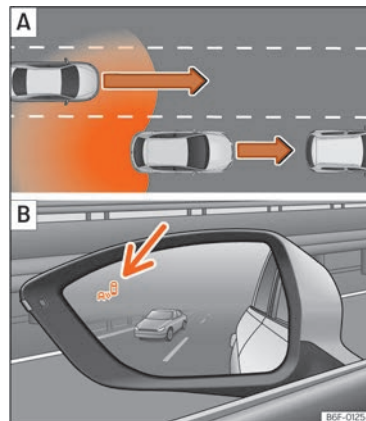
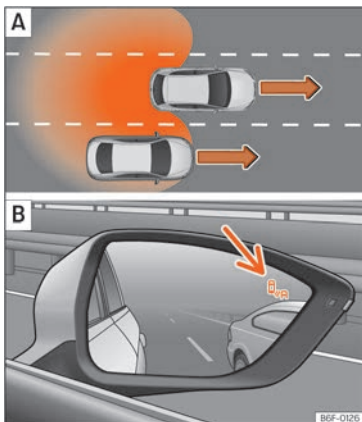

Abb. 116 Schematische Darstellung: **A** Überholen mit Verkehr im hinteren Bereich. **B** Anzeige des Spurwechselassistenten links.
Abb. 117 Schematische Darstellung:
In folgenden Situationen wird die Anzeige in der Kontrollleuchte >>> [Abb. 116] [B] [Pfeil] oder >>> [Abb. 117] [B] [Pfeil] dargestellt:
- Bei einer Überholung durch ein anderes Fahrzeug >>> [Abb. 116] [A].
- Bei Überholung eines anderen Fahrzeugs >>> [Abb. 117] [A] mit einer Geschwindigkeitsdifferenz von ca. 10 km/h (6 mph). Erfolgt die Überholung wesentlich schneller, erfolgt keine Anzeige.